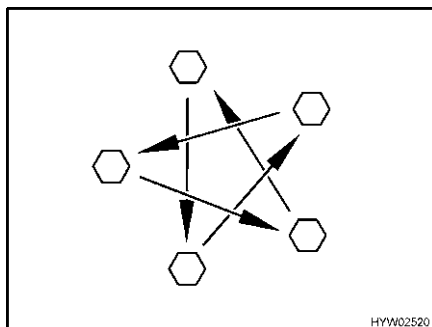

Bild 227 Radmuttern oder Radschrauben über Kreuz anziehen
- Radmuttern oder Radschrauben regelmäßig auf festen Sitz prüfen. Radmuttern oder Radschrauben eines ausgewechselten Rades nach 50 km über Kreuz nachziehen (Bild 227). Anziehdrehmoment siehe Abschnitt 13.5.2.
- ▷ Radmuttern oder Radschrauben über Kreuz anziehen (Bild 227).